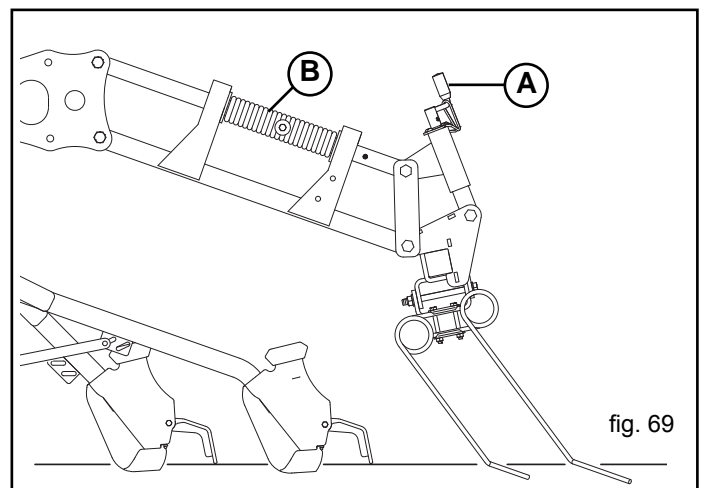

fig. 69
La pressione di lavoro dei denti a molle dell'erpice copriseme può essere variata mediante la rotazione della molla (B) posta sul braccio parallelo superiore (Fig. 69).